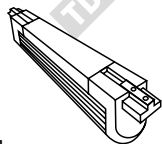

Рис. 1
- разметьте на поверхности места установки крепежных пластин (рис. 1);